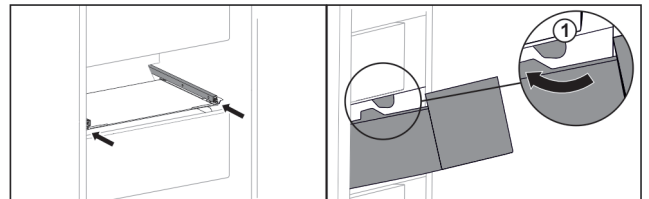

Fig. 50
- ▶ Schubfach um die Stopper Fig. 50 (1) herumführen.